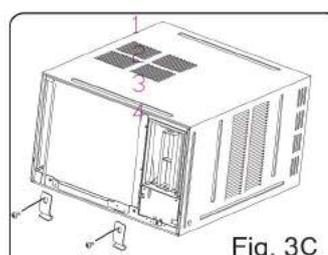

Fig. 3C
- Retirer les deux vis sur les fixations des châssis à gauche et à droite, puis retirer les fixations comme montré Fig.3C.